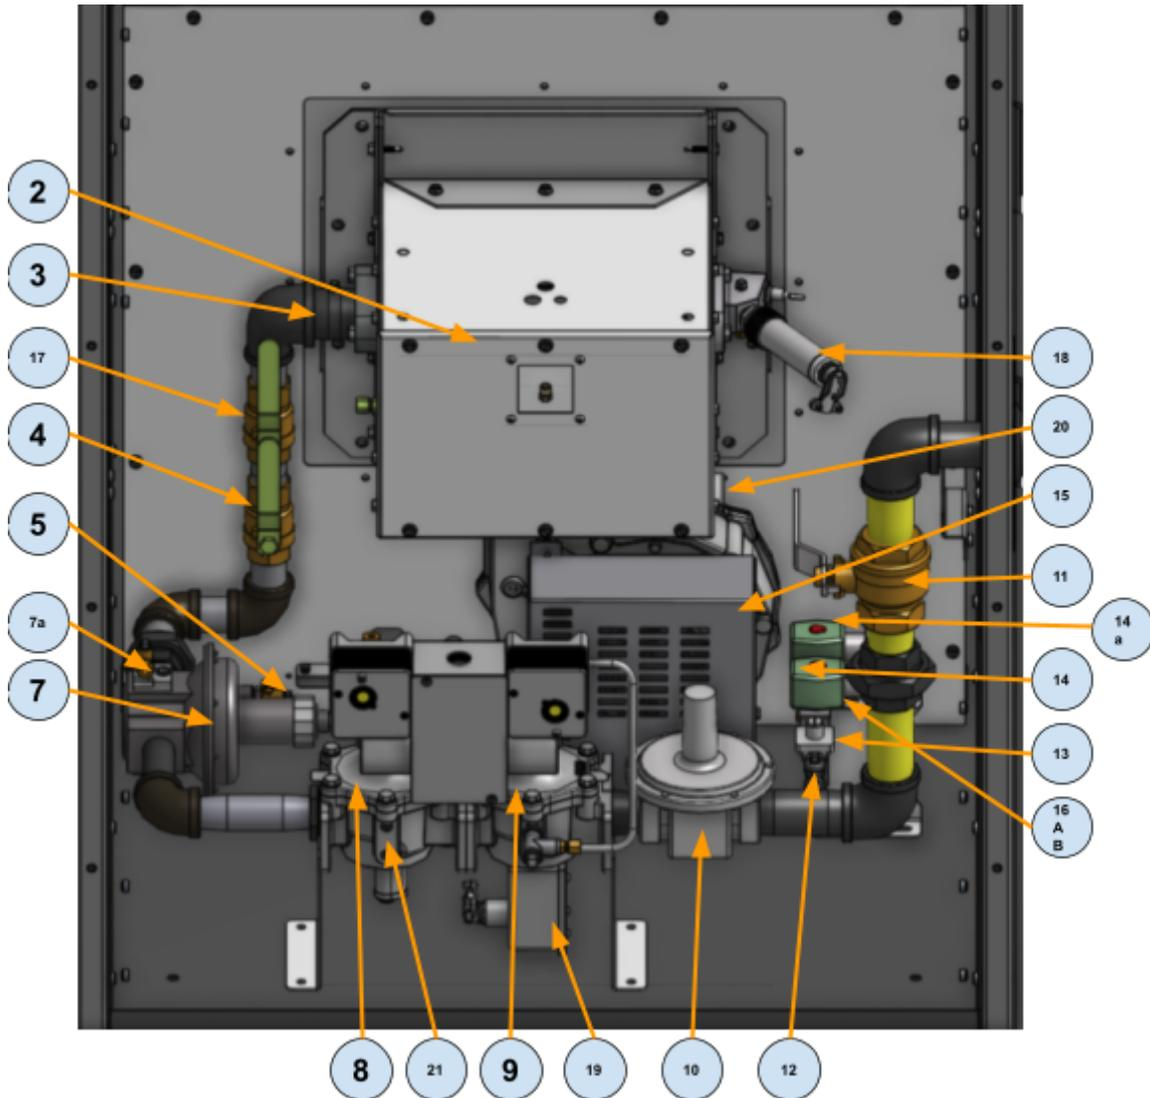

Figure GT1
3. propane la vanne de sélection d'orifice, trouvée dans la figure GT1, l'article numéro 17 est dans la position correcte pour votre carburant sélectionné, soit du gaz naturel ou du propane
5. inH2O(25-35 mBar). Il est important de dimensionner votre régulation de gaz et les tailles de lignes pour correspondre aux volumes de l'appareil de chauffage. Pendant le fonctionnement, la pression d'entrée ne doit pas descendre en dessous de la plage recommandée. Voir Figure GT1, élément 12.
- a. Avec le brûleur et le carburant éteints, installez un raccord cannelé sur la prise de pression 1/8" NPT en aval du régulateur de la veilleuse , ce robinet est situé sur le côté de l'électrovanne, tirez toujours depuis l'électrovanne en aval la plus proche de la veilleuse du brûleur (voir Figure GT1, élément 14)
la plaque arrière du brûleur pour voir le feu doux. Si la lumière est visible à travers tous les trous de la plaque du brûleur, le petit feu est réglé dans la plage de fonctionnement du brûleur. Si la lumière n'est pas visible à travers tous les trous, alors le petit feu est trop bas et la dérivation de petit feu située sur le côté du régulateur de rapport, voir Figure GT1 élément 7a, doit être ouverte (dans le sens antihoraire pour ouvrir, dans le sens des aiguilles d'une montre pour fermer).
- b. Utilisez un manomètre pour vérifier la pression d'entrée sur le té du côté amont du régulateur de la veilleuse, voir Voir Figure GT1, élément 12
- d. le té en amont et/ou utilisez un autre manomètre pour vérifier le gaz principal pression de sortie du régulateur sur le côté aval de l'électrovanne aval, voir Figure GT1, élément 21, c'est aussi 1/8" NPT
- e. Réglez le régulateur de gaz principal Voir la figure GT1, élément 10 à 1 inH₂O plus bas que le côté amont. Par exemple, si l'entrée est de 10 inH₂O, réglez l'aval sur 9 inWC.
- a. Utilisez un manomètre pour vérifier la pression de charge sur le régulateur de rapport, voir Figure GT1, élément 5
- c. Vérifiez la pression d'admission près de l'endroit où le train de soupapes se fixe au brûleur, voir Figure GT1, élément 3
- a. Avec le brûleur éteint, installez un raccord cannelé sur la prise de pression 1/8" NPT pour le point de test de pression du collecteur, voir Figure GT1, élément 3